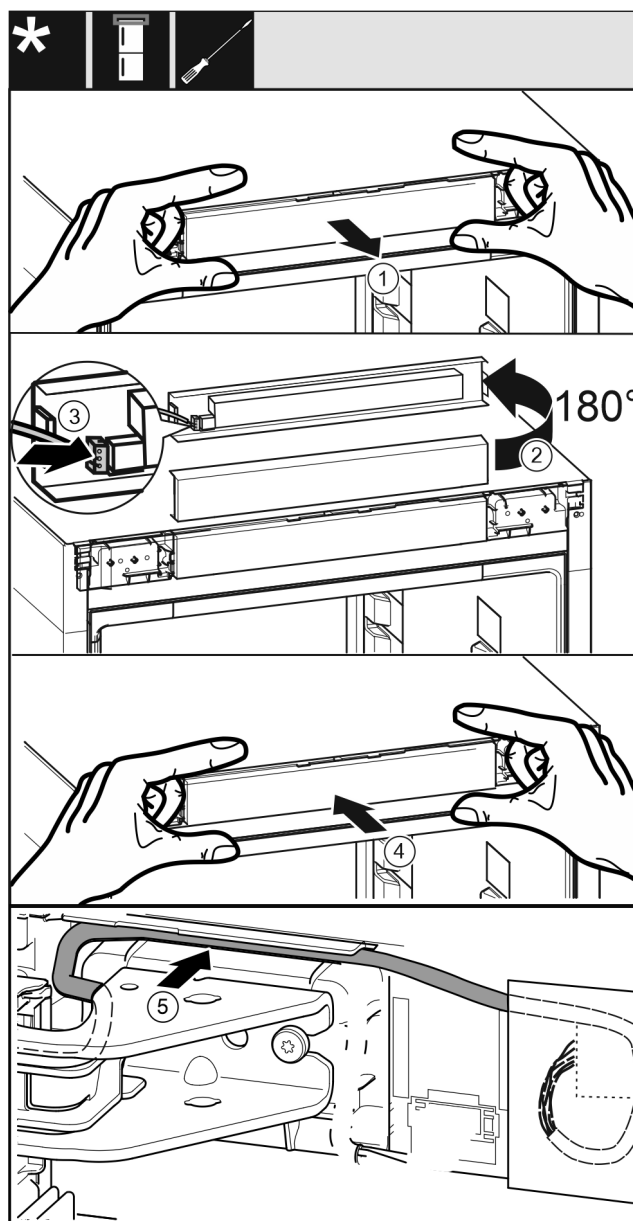

Fig. 43
- Extraer cuidadosamente el panel de mando. Fig. 43 (1)
- Girar el panel 180° hacia arriba. Fig. 43 (2)
- Encajar el conector en el panel parcial de mando. Fig. 43 (3)
- Volver a encajar el panel de mando en el aparato. Fig. 43 (4)
- Tender cuidadosamente el cable gris en la guía situada encima del soporte de apoyo superior. Fig. 43 (5)